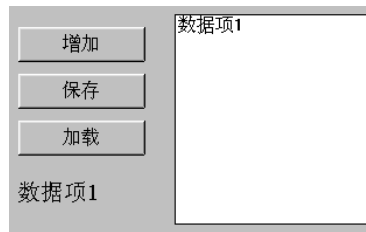

图 14.12 向列表框中增加数据项
- 5) 保存画面, 切换到组态王 7.0 运行系统, 在文本图素中输入数据项的字符串值, 如“数据项 1”。如图 14.12 所示。单击“增加”按钮, 则变量的内容增加到了列表框中。